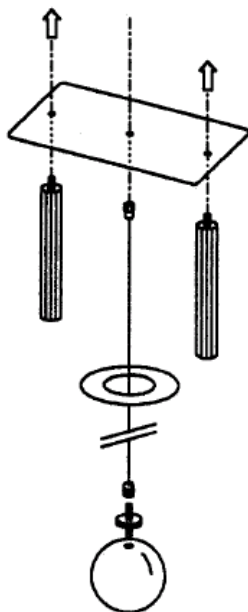

Fig. 10
- A firmeza dos parafusos de fixação da linha e da placa do anel deve ser verificada, já que as medições tornam-se inexatas se a fixação está frouxa. (fig. 10).